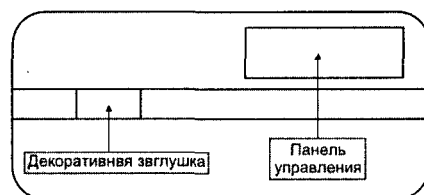

Рис. 7.1
- выключить копир и снять декоративную заглушку. Заглушка находится на передней крышке этих аппаратов, ближе к левому краю (рис. 7.1). Она установлена на довольно жест-